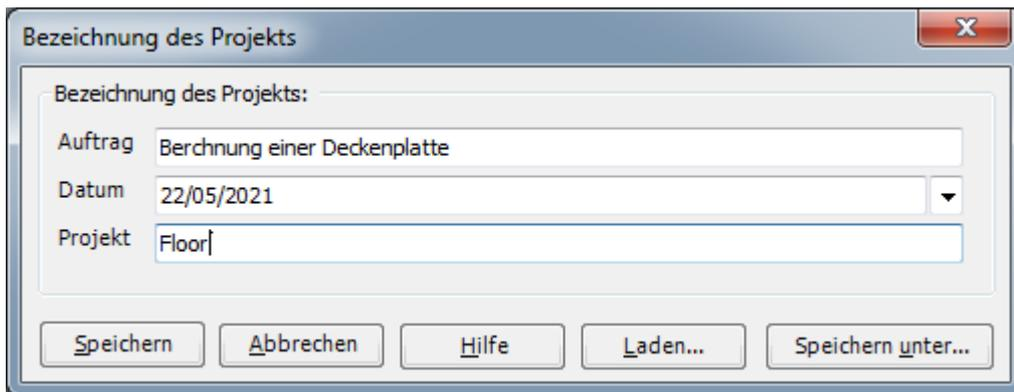

Bild 2.6 Dialogfeld "Bezeichnung des Projekts"
- Wählen Sie den Befehl "Bezeichnung des Projekts" aus der Registerkarte "Daten". Das Dialogfeld im Bild 2.6 erscheint